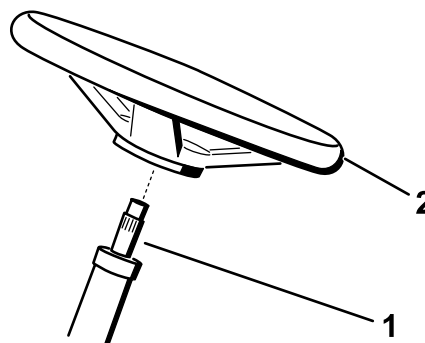

Figura 6
2. Instale el volante en la columna de dirección (**Figura 6**).